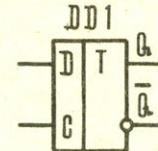

Рис. 1.
На электрических схемах его изображают в виде прямоугольника, разделенного внутри на две неравные части вертикальной линией (рис. 1). С левой стороны расположены два входа: информационный (его еще называют приемным и обозначают латинской буквой D) и управляющий (обозначен буквой C). Последний иногда называют записывающим или синхронизирующим входом. Почему — это мы выясним позже. С правой стороны — два выхода. Один прямой (Q), а второй инверсный — на рисунке он обозначен кружком в начале линии вывода (\bar{Q}). Буква T, стоящая внутри прямоугольника, означает, что данный элемент является триггером. Как и всякое логическое устройство, D-триггер принят обозначать латинскими буквами DD, после которых следует порядковый номер прибора в схеме.